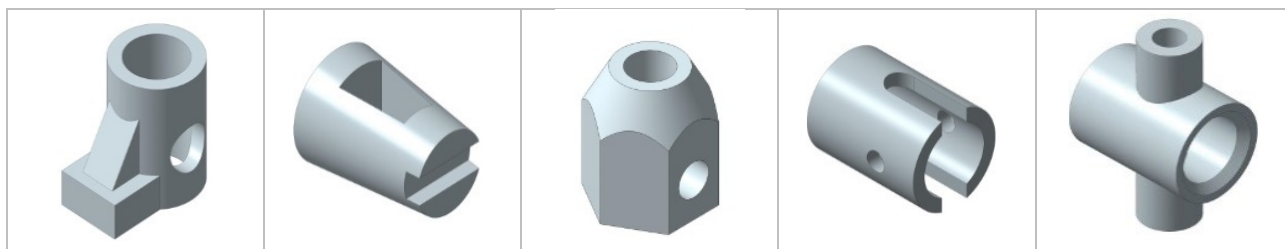

Рисунок 2 – Примеры фигур, используемых в методике формирования навыков работы с изображениями деталей
- 3) практико-направленная задача на построение изображений (видов и разрезов) фигуры, заданных наглядным изображением, примеры которых представлены на рис. 2.